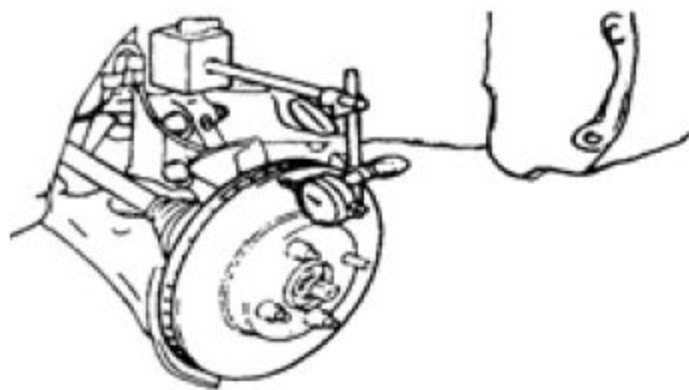

图 3—19
- B). 用百分表,在距制动盘外缘 10mm 处测量制动盘的摆动,如图 3—19 所示。制动盘最大摆动 :0.05mm。